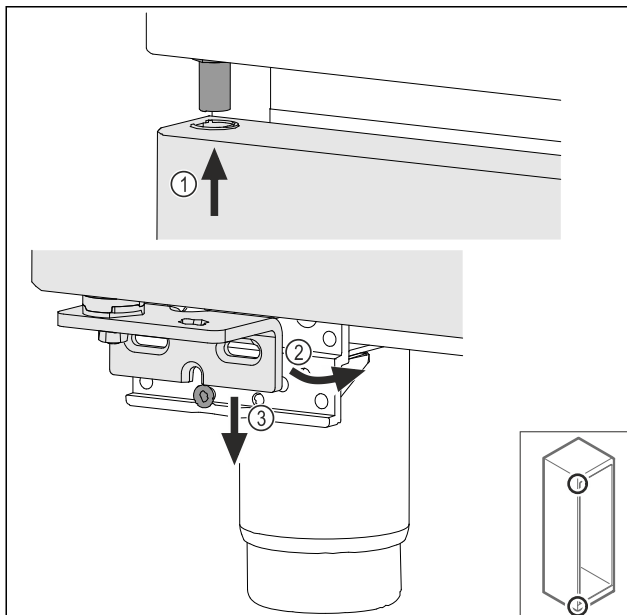

Fig. 49
- ▶ Ievadiet augšā durvis mazliet sagāztā veidā Fig. 49 (1), nolīmeņojiet durvis taisni Fig. 49 (2) un uzlieciet apakšā uz gultņa balsta skrūves Fig. 49 (3).